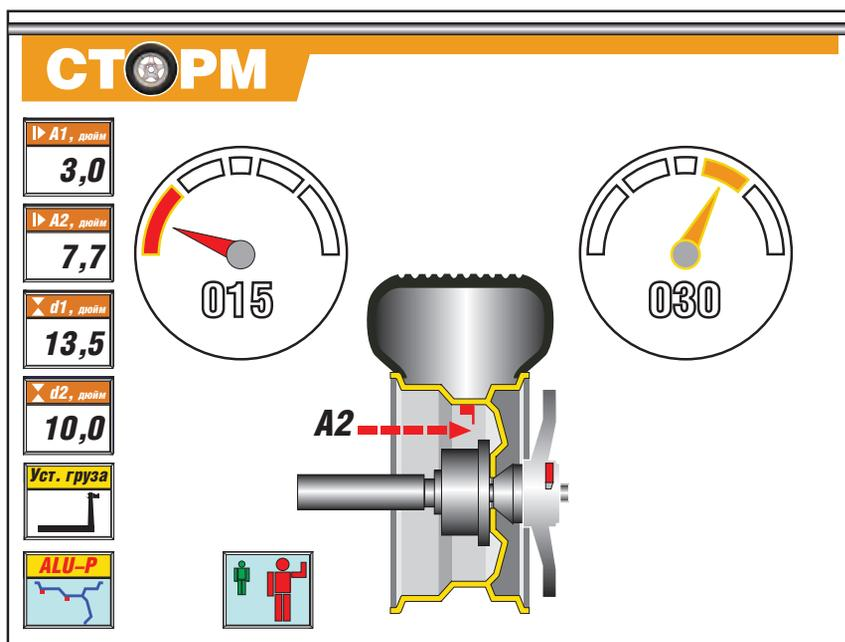

рис. 13.2
13.5. Нажмите кнопку на зажиме рукоятки, отодвиньте зажим от установленного груза и верните штангу в исходное положение (кнопка зажима должна лежать в углублении верхней пластмассовой крышки СБ). Колесо автоматически приведет в положение установки груза по другой плоскости, а изображение на экране изменится (рис. 13.2).